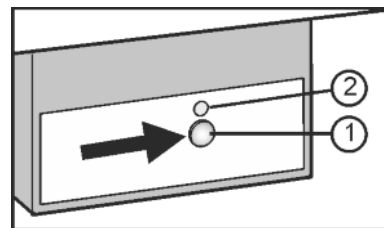

Fig. 18
- ▶ Apăsăți tasta On/Off Fig. 18 (1), astfel încât să se aprindă LED-ul Fig. 18 (2).